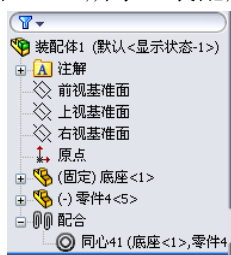
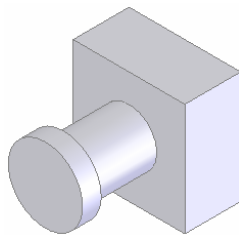

图 11-47 装配体文件的“FeatureManager 设计树”
图 11-48 配合后的图形
⑤ 双击装配体文件的“FeatureManager 设计树”中的“配合”节点，可以看到添加的配合关系，如图 11-47 所示。装配后的文件如图 11-48 所示。